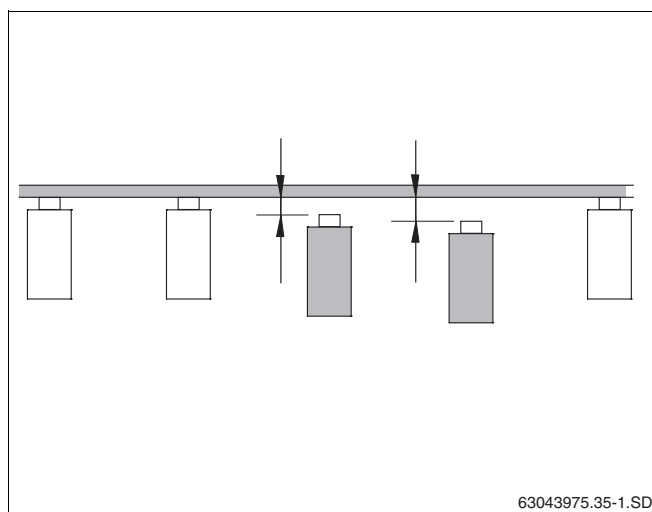

Fig. 12 Eliminazione delle differenze di livello dei travetti inclinati
- Se i travetti inclinati presentano disparità di livello, queste devono essere eliminate a cura del committente (fig. 12).